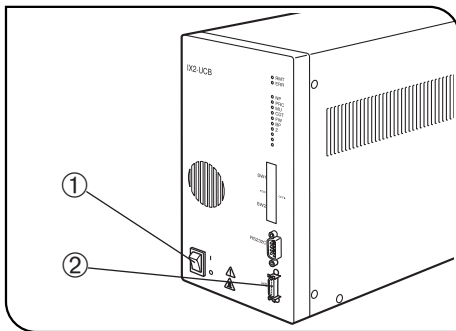

Fig. 4
- ▲ Certifique-se de que o interruptor principal da ① caixa de comando está na posição “O” (desligado) antes de ligar o cabo do comutador manual (e dos outros módulos) e o cabo de alimentação. (fig. 4)
1 Ligar o cabo do comutador manual (Fig. 4)